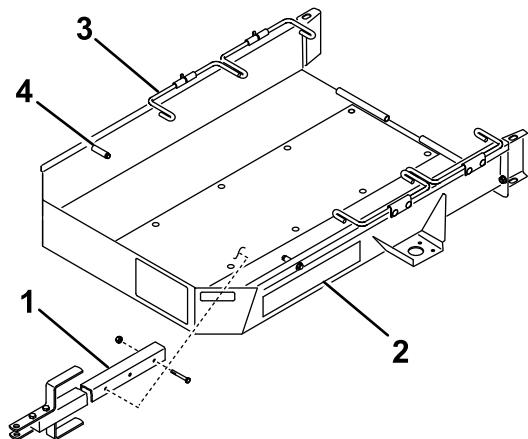

Figure 2
4. Fixez le timon au support sur la face inférieure du plateau de la remorque à l'aide de 2 boulons ($\frac{3}{8}$ " x $2\frac{3}{4}$ ") et 2 contre-écrous (Figure 2).
- 4. Réglez la commande d'accélérateur au plus bas, puis conduisez la machine **lentement** sur la remorque jusqu'à ce que les roues de transport rencontrent les butées (Figure 2).
- 6. Faites pivoter le premier jeu de tiges de roue vers le bas, derrière les roues de transport (Figure 2).